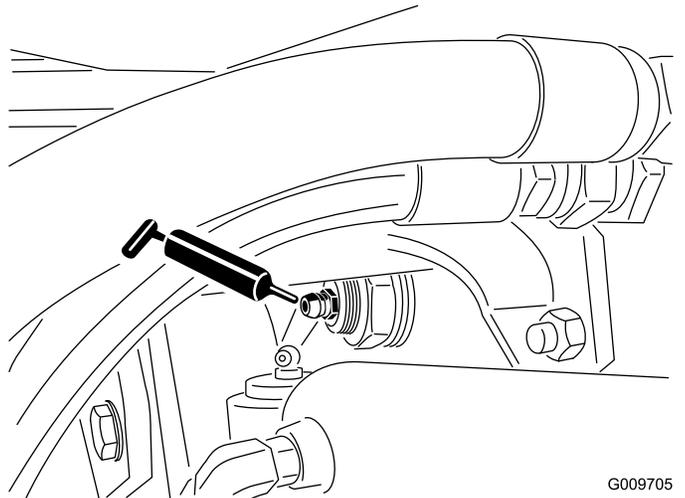

Bild 68
- Hinterachse-Drehbüchsen (2) (Bild 68)